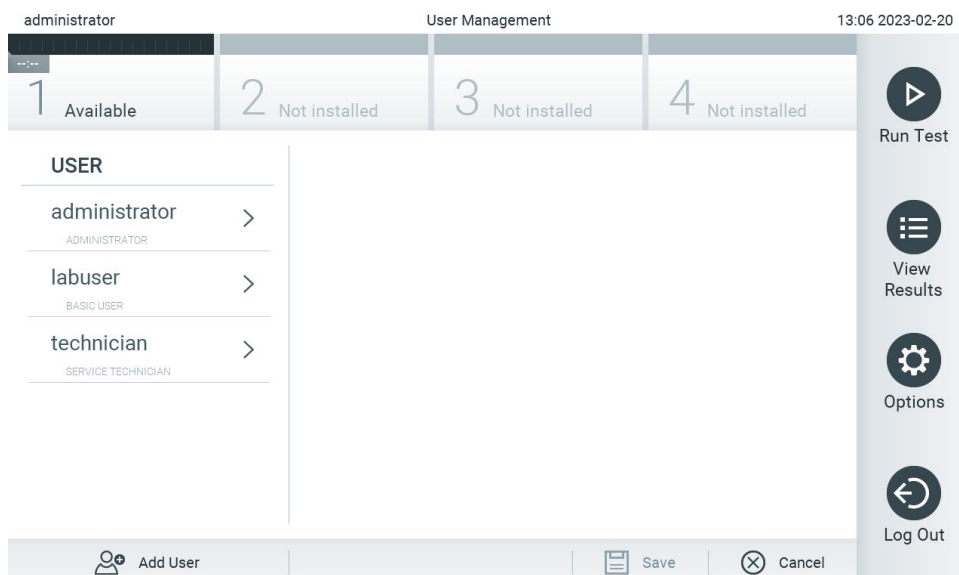

Figura 50. Ecranul User Management (Gestionarea utilizatorilor).
1. Apăsați Options (Opțiuni) > User Management (Gestionarea utilizatorilor) pentru configurarea utilizatorilor. Ecranul User Management (Gestionarea utilizatorilor) apare în zona de conținut a afișajului (Figura 50).